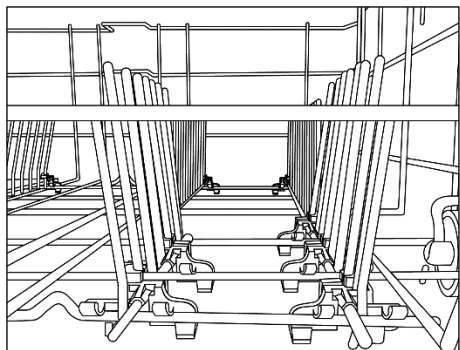
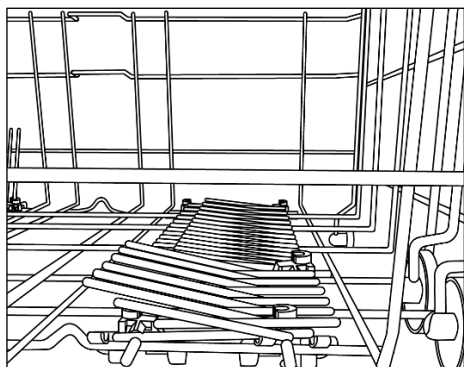

Fig. 2
Fig. 3
- Le lave vaisselle est doté d'un tuyau pour la prise d'eau avec un embout fileté 3/4" (fig. 2).
### • COUPURE DE L'EAU (fig. 3)
2. Puis lâchez-le lentement dans la position correcte (fig. 2).
**N.B.: NE SOULEVEZ JAMAIS ET NE BAISSÉZ JAMAIS LE PANIER D'UN SEUL CÔTÉ UNIQUEMENT (fig. 3).**
Des supports pliables (fig.2 et fig.3) peuvent être fournis dans le panier inférieur pour optimiser la stabilité de la vaisselle. Les supports peuvent être relevés ou abaissés pour accueillir des tailles et ou des formes qui ne sont pas standard, pour un maximum de flexibilité.
- Pour un entretien facilité, le réservoir central est amovible (fig.2).
- Retirer la plaque métallique (fig.3) et laver l'ensemble du système de filtrage sous le robinet d'eau. Si nécessaire, une petite brosse peut être utilisée.